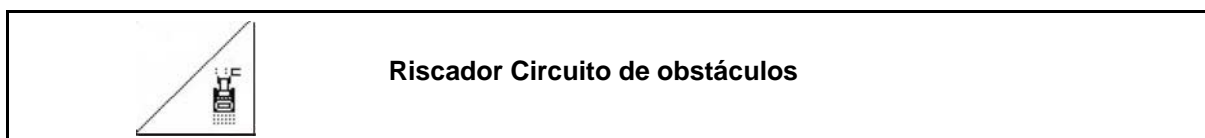

**Fig. 42**
1. Pré-seleccionar a pressão nas relhas (Fig. 42).
1. Pré-seleccionar a pressão nas relhas / pressão da raspadeira (Fig. 42).